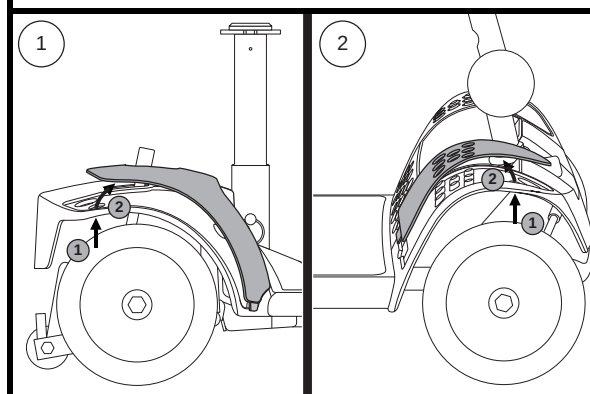

Figura 11. Pannello paraurti
2. Spingere attraverso il foro per separare il pezzo dal minisooter. **Vedere figura 11.**
NOTA: Quando si installa il pannello paraurti anteriore e posteriore, verificare che la scheda nella parte inferiore del pannello sia inserita nell'apertura prima di fissare il pannello. **Vedere figura 11.**